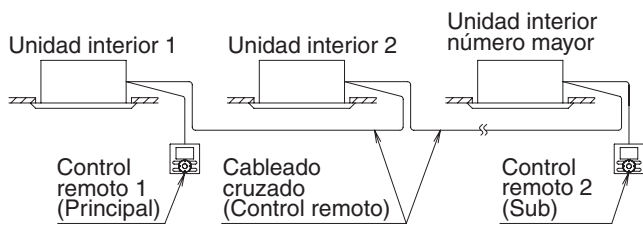

Fig. 29
- Cuando utilice el control grupal y el control a base de 2 controles remotos al mismo tiempo, conecte el control remoto 2 (Secundario) a la unidad interior en el extremo del cableado cruzado (el número mayor). (Consulte Fig. 29)